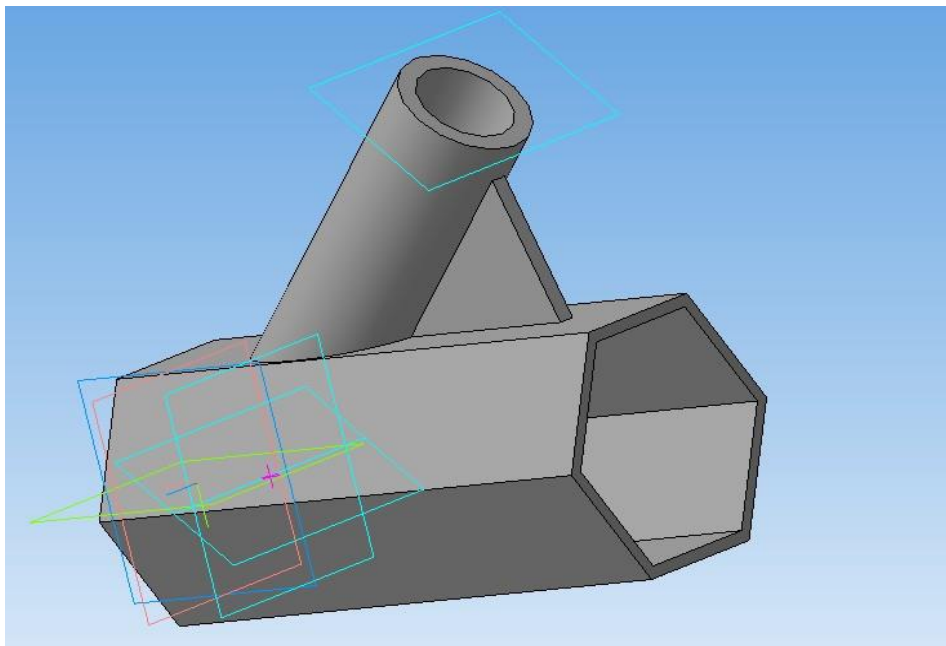
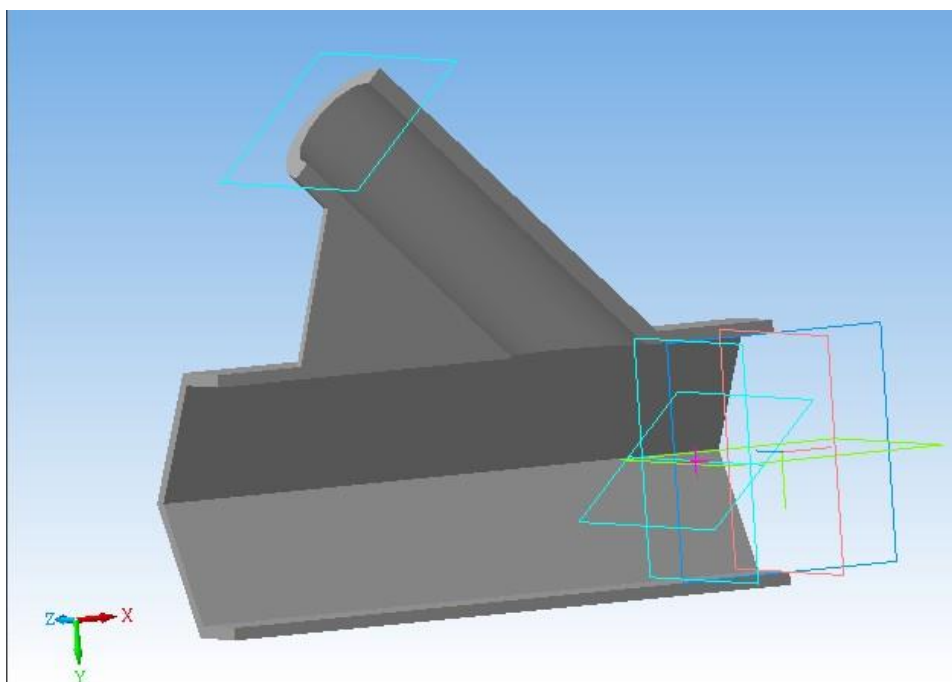

Рис. 8.1
Рис. 8.2
*Завдання: побудувати просторову модель деталі (перехідник – рис. 8.1) за допомогою операції **Видавлювання (Приклеїти видавлюванням)**, виконати ребро жорсткості та вирізати $\frac{1}{2}$ деталі вздовж поздовжньої осі (рис. 8.2); отримати 2 вигляди деталі.*